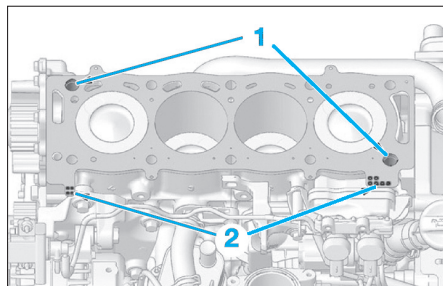

Fig. 83
- S'assurer de la présence des douilles de centrage (1) sur le bloc-cylindres et du sens correct du joint de culasse (trous de repérage (3) côté filtre à huile) (Fig.83).